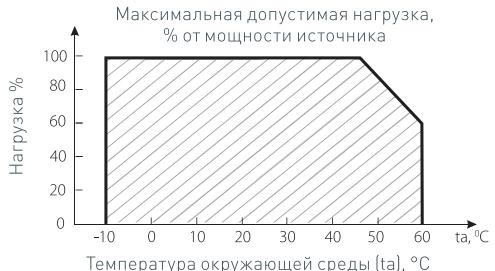

Рис. 2
- ↗ Температура окружающего воздуха -10...+60°C (см. рис. 2, график зависимости максимальной допустимой нагрузки от температуры окружающей среды);
- 4.4. Не нагружайте источник питания более 80% от его максимальной мощности. Учитывайте, что с повышением температуры окружающей среды, максимальная мощность источника питания снижается, и при температуре, близкой к максимальной, нагрузка должна составлять не более 60% от максимально допустимой (см. график зависимости на Рис.2)